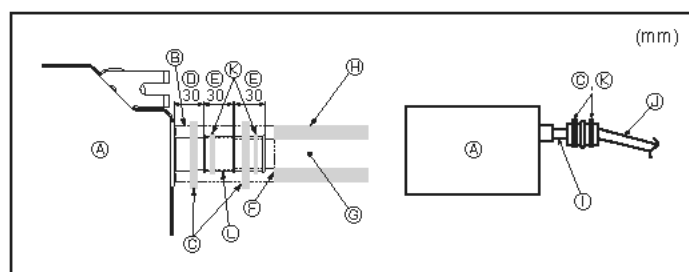

Fig. 6-2
- ① TUBO DE PVC CON DIÁM. EXT. ø32
- ② Hágalo lo más ancho posible
- ③ Unidad interior
- ④ Haga una medida ancha para la tubería con el objetivo de agrupar las tuberías.
- ⑤ Pendiente de descenso (1/100 o más)
- ⑥ TUBO DE PVC CON DIÁM. EXT. ø38 para agrupación de tuberías.
- ⑦ Hasta 850 mm
1. Conecte el tubo de desagüe (suministrado con la unidad) al orificio de desagüe. (Fig. 6-2)
- ① Unidad principal
- ② Material aislante
- ③ Abrazadera (grande)
- ④ Orificio de desagüe (transparente)
- ⑤ Límite de colocación
- ⑥ Unión